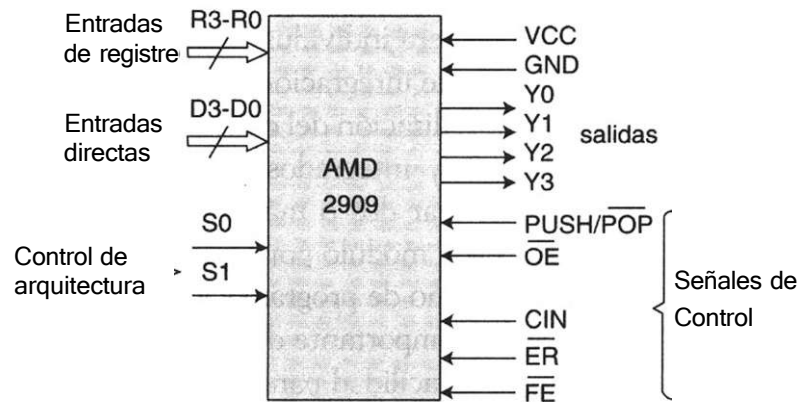

Figura 7.2 Secuenciador de cuatro bits AMD2909.
Con el fin de describir y detallar la metodología empleada en el diseño de estructuras jerárquicas, consideremos el circuito AMD2909. Este dispositivo es un secuenciador de 4 bits desarrollado por la compañía Advanced Micro Devices, cuya función es transferir a su bus de salida (Y) una de entre cuatro fuentes internas y externas de datos. En la figura 7.2 se muestra la estructura externa del circuito y en la tabla 7.1 se indica la función de cada terminal.